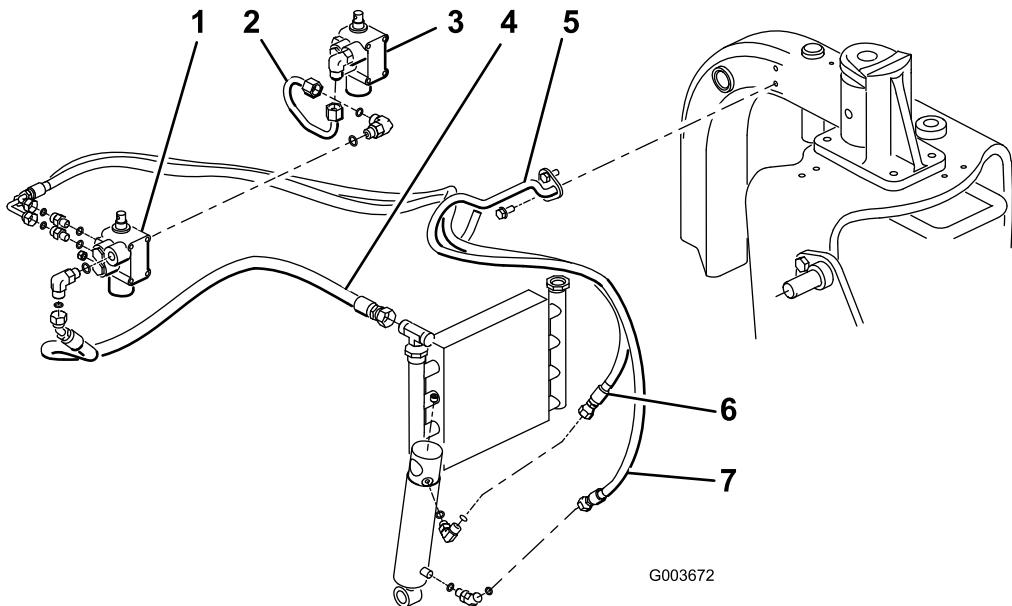

Figura 14
Nota: Para minimizar la pérdida de aceite al retirar el tubo hidráulico, tenga preparado el manguito nuevo o tape el acoplamiento del enfriador usando uno de los tapones de transporte retirados del conjunto del tubo, pieza N° 108-8447 (Figura 14).
válvula nueva, y al acoplamiento libre de la válvula de elevación existente (Figura 14).
5. Conecte el extremo del manguito hidráulico con acoplamiento de 45 grados, pieza N° 108-8449, al acoplamiento de 90 grados del lateral derecho de la válvula y el extremo recto del manguito al acoplamiento libre del enfriador de aceite (Figura 14). Consulte Figura 15 y Figura 16 para ver el enrutado del manguito.
6. Monte el portamanguitos de alambre en el tubo del bastidor izquierdo con 2 tornillos autorroscantes (5/16 x 3/4 pulgada) (Figura 14).
7. Conecte el extremo corto del manguito hidráulico con acoplamiento de 90 grados, pieza N° 108-8453, al acoplamiento recto superior de la parte trasera de la válvula. Pase el manguito por el portamanguitos de alambre y conecte el extremo recto del manguito al acoplamiento superior del cilindro hidráulico (Figura 14). Consulte Figura 15 y Figura 16 para ver el enrutado del manguito.
8. Conecte el extremo largo del manguito hidráulico con acoplamiento de 90 grados, pieza N° 108-8454, al acoplamiento recto inferior de la parte trasera de la válvula. Pase el manguito por el portamanguitos de alambre y conecte el extremo recto del manguito al acoplamiento inferior del cilindro hidráulico (Figura 14). Consulte Figura 15 y Figura 16 para ver el enrutado del manguito. Asegúrese de que los manguitos están alejados de componentes punzantes o afilados, calientes o móviles.